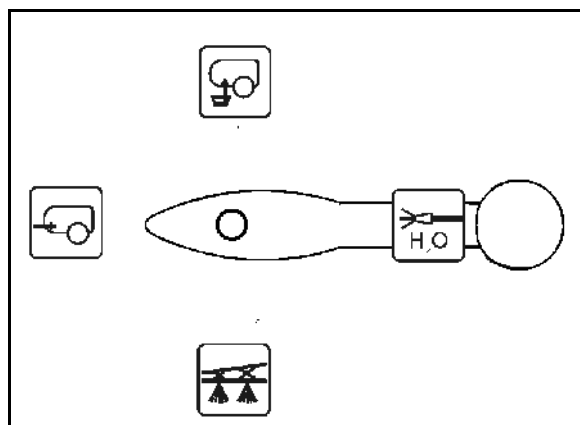

Fig. 112
3. Robinetul de comutare al armăturii de presiune în poziția  (Fig. 112).
11. Robinetul de comutare al armăturii de presiune în poziția  (Fig. 112).